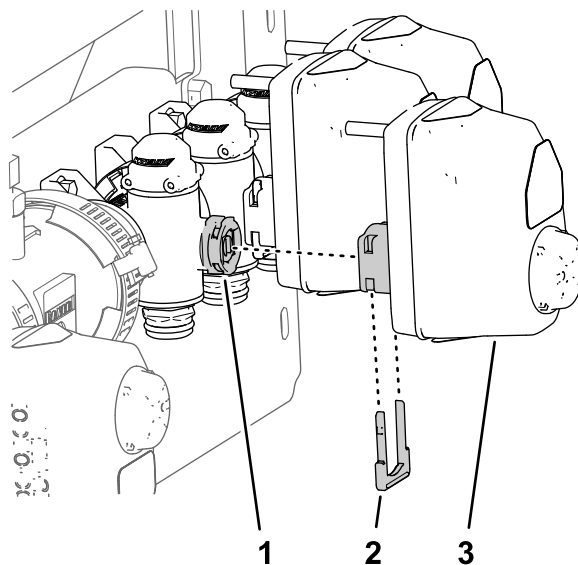

Bild 51
- Fluchten Sie die Kupplung des Abschnittventilaktuators, den Sie in Schritt 2 in Entfernen des Ventilaktuators (Seite 25) entfernt haben, mit dem Schaftanschluss des Verteilerventils aus (Bild 51).
- Befestigen Sie den Abschnittventilaktuator mit einem Halter (Bild 51), den Sie in Schritt 1 in Entfernen des Ventilaktuators (Seite 25) entfernt haben, am Verteilerventil.